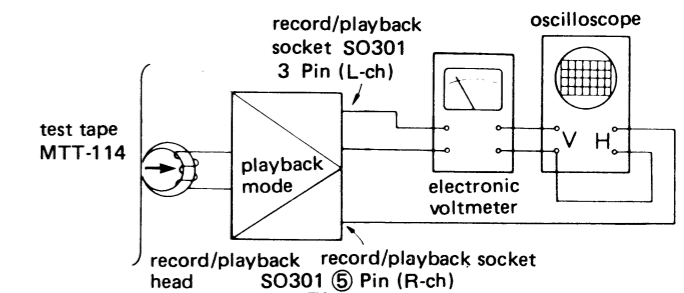

Figure 12-3
- 1) Make connection of instruments as shown in Fig.12-3,
- 1) Die Instrumente gemäß Abb. 12-3 anschließen.
- 1) Etablir entre les instruments les connexions indiquées dans la Fig. 12-3.